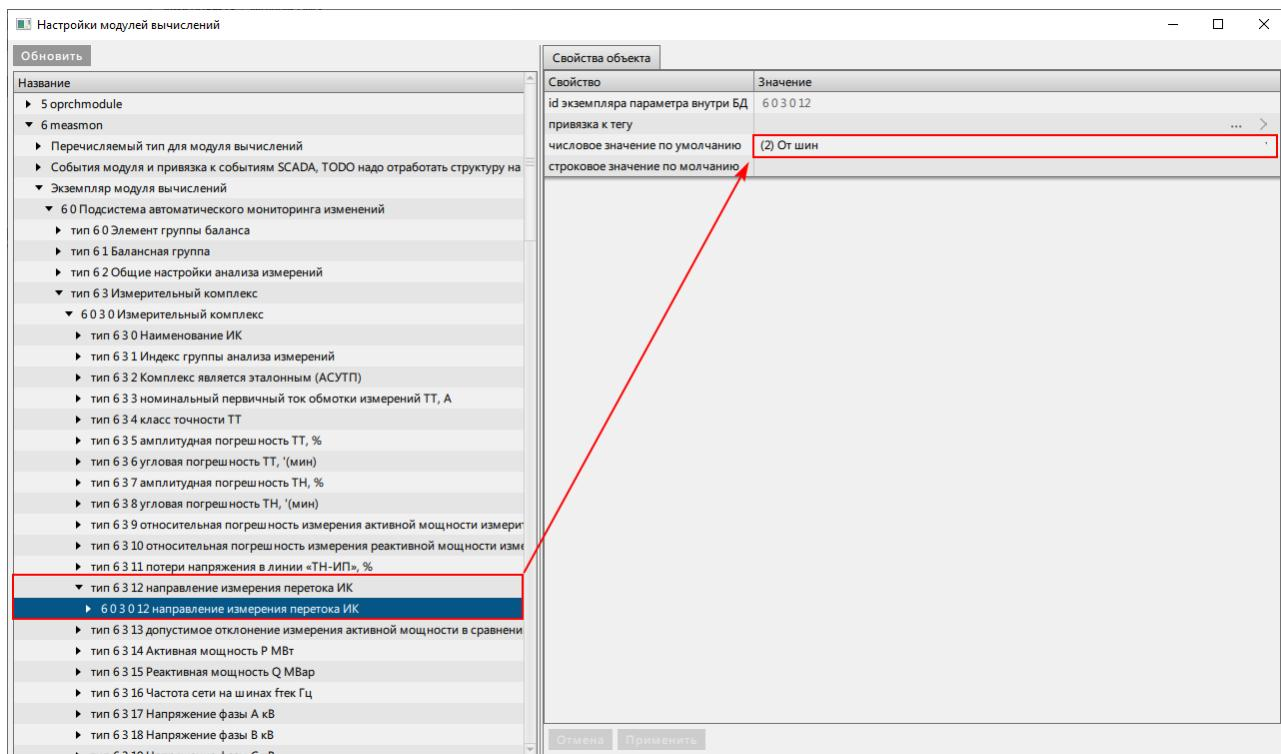

Рисунок 431 - Направление измерения перетока ИК
5. У каждого измерительного комплекса раскройте узел **тип 6 3 12 направление измерения перетока ИК** и напротив строки **числовое значение по умолчанию** выберите **(1) К шинам** или **(2) От шин** из выпадающего списка (Рисунок 431).